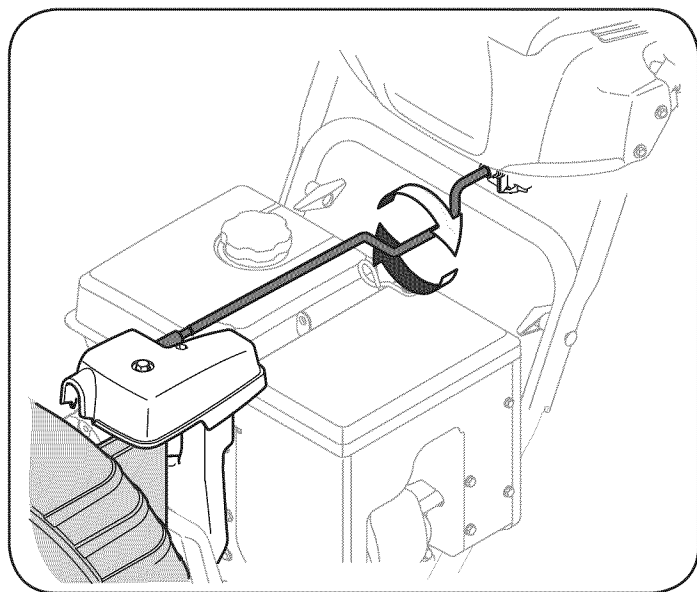

Figura 18
4. Agarre la parte dentada de la barra de control tolva y gire manualmente el conjunto de la canaleta hacia la derecha o hacia la izquierda. Ver la Figura 18.